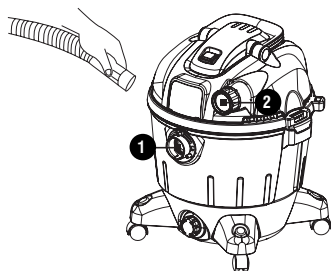

Fig. 5 – Conectando la manguera en la aspiradora
- Encaje el conector de la manguera en la boquilla de la conexión de acuerdo a lo mostrado en la Fig. 5;